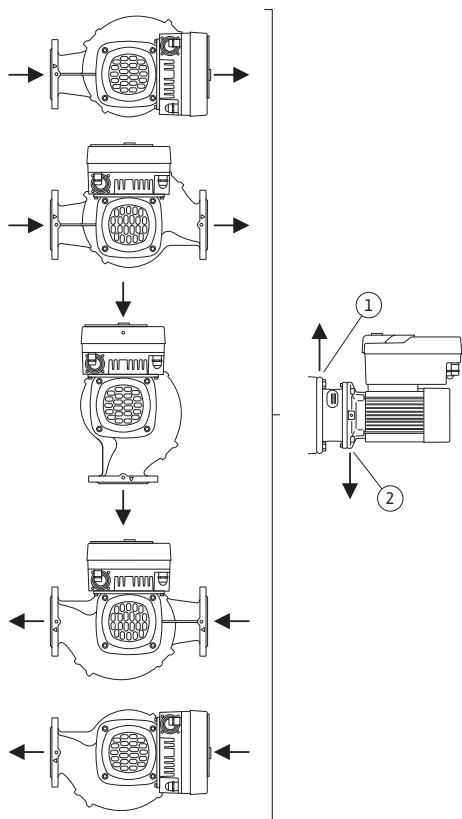

Fig. 8: Sallitut asennusasennot, vaakatasoinen moottoriakseli
Sallitut asennusasennot, kun moottoriakseli on vaakatasossa ja elektroniikkamoduuli ylöspäin (0°), on esitetty kuvassa Fig. 8.
Pumpun ilmaus voidaan taata optimaalisesti, kun ilmanpoistovenkki on ylöspäin (Fig. 8, pos. 1).
Tässä asennossa (0°) voidaan syntyvä kondenssivesi johtaa tehokkaasti pois porattujen aukkojen, tiivistelaipan ja moottorin kautta (Fig. 8, pos. 2).